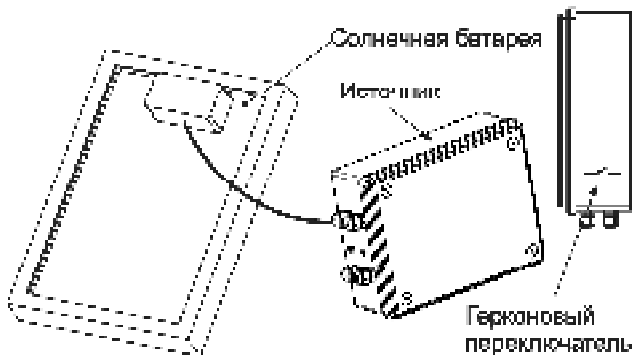
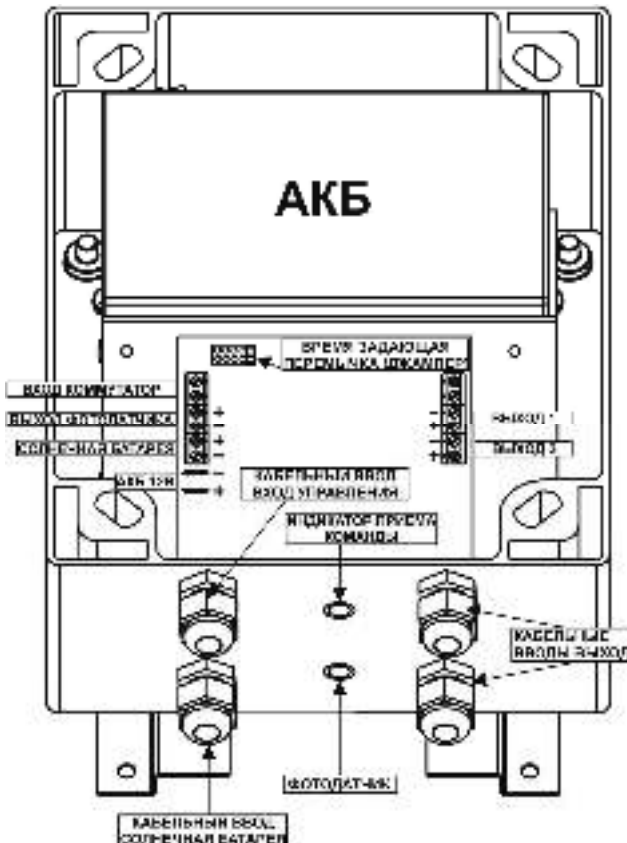

Рисунок 1 – общая схема подключения изделия к СБ
Рисунок 2 - вид изделия со снятой крышкой
положением времязадающей перемычки-джампера (см. таблицу 2 и рисунок 2), этот выход также отключается при отключении АКБ по разряду);
Изделие представляет собой устройство питания нагрузки от АКБ, заряжаемой от солнечной батареи, и размещенное в пластиковом корпусе, состоящем из дна и крышки (см. рисунок 1). АКБ устанавливается внутри корпуса.
Источник имеет четыре клеммные колодки для подключения входных и выходных проводных соединений, а так же клеммную колодку для подключения фотодатчика и клеммы для подключения АКБ, расположенные внутри источника (см. рисунок 2).
Источник оснащен герконовым переключателем, расположенным с внутренней стороны днища источника и светодиодным «ИНДИКАТОРОМ ПРИЕМА КОМАНДЫ» (см. рисунок 2).
Источник оснащен герконовым переключателем, предназначенным для запоминания порога освещенности, соответствующего включению выходов. Процесс запоминания инициируется поднесением магнита к месту расположения герконового переключателя (см. рисунок 1). При кратковременном замыкании происходит запоминание текущего уровня освещенности как порога «ДЕНЬ-НОЧЬ». Мигание светодиода «ИНДИКАТОР ПРИЕМА КОМАНДЫ» в течении 4...5 сек подтверждает запись (см. рисунок 2).
Выполните подключение внешних цепей к изделию в соответствии с назначением клемм подключения (см. рисунок 2) в следующей последовательности:
- Подвод соединительных линий осуществляется через кабельные вводы «ВЫХОД», «ВХОД УПРАВЛЕНИЯ» и «СОЛНЕЧНАЯ БАТАРЕЯ» (см. рисунок 2), которые расположены на нижней стенке корпуса изделия;
- Подключите аккумуляторную батарею (см. рисунок 2) к клеммам «АКБ» с учетом полярности (красный провод – к клемме «плюс» АКБ).
- Настройте порог срабатывания по уровню освещенности (подстраивается герконовым переключателем расположенным с внутренней стороны днища источника справа (см. рисунок 1)), для этого необходимо поднести магнит к месту расположения герконового переключателя, кратковременное замыкание
- Мигание светодиода «ИНДИКАТОРА ПРИЕМА КОМАНДЫ» в течении 4...5 сек подтверждает запись (см. рисунок 2).
При низком уровне освещенности СБ не происходит переключение в автономный режим работы от АКБ.	а) Не настроен порог срабатывания фотодатчика по уровню освещенности. Настроить порог срабатывания по уровню освещенности, посредством герконового переключателя (см. рисунок 1); б) Проверить соединение на клеммах аккумулятора, обнаруженные неисправности устранить. в) Проверить напряжение на клеммах АКБ, при напряжении менее 11,0 В аккумуляторную батарею поставить на зарядку или заменить.